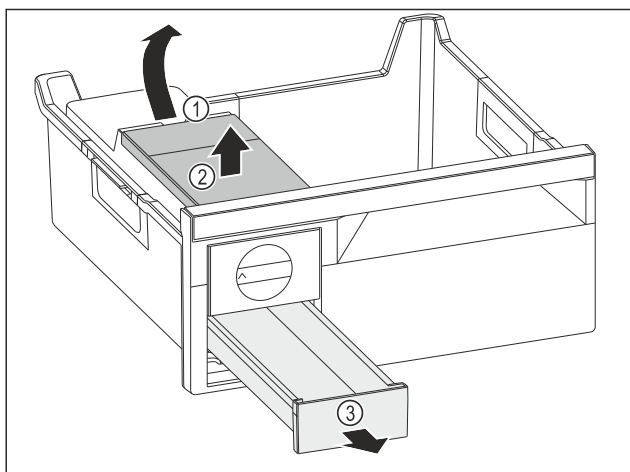

Fig. 119
- Estrarre il serbatoio dell'acqua: Sollevare il serbatoio dell'acqua nel vano Fig. 119 (1).
- Estrarre il serbatoio dell'acqua Fig. 119 (2) verso l'alto.
- Estrarre il cassetto del ghiaccio Fig. 119 (3) in avanti.